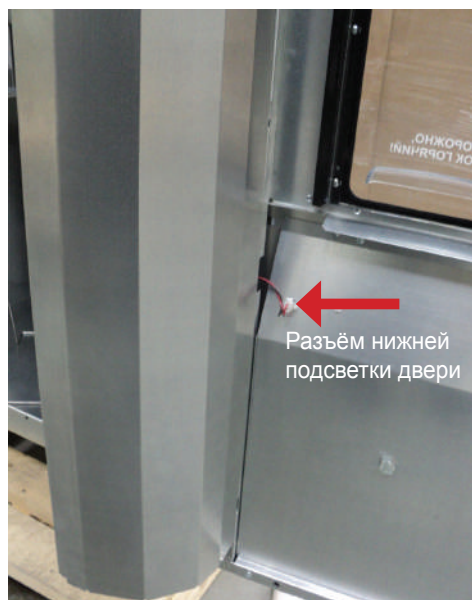

Рисунок 26
Снимите кронштейн монетоприёмника (см.рис.24), приподняв его и потянув на себя. При необходимости отсоедините разъём нижней подсветки от нижней панели двери (см. рис.26).
- Зафиксируйте жгут нижней подсветки при помощи площадок со стяжками (см.рис.23). Подсоедините разъём нижней подсветки к панели двери (см.рис.26);